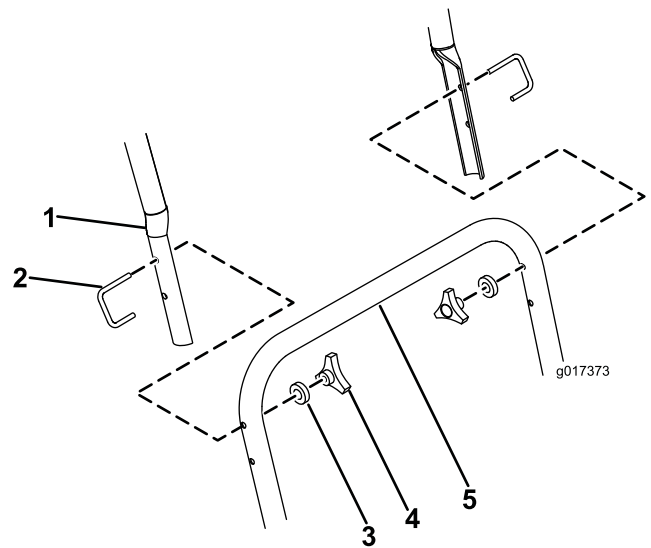

Figura 4
5. Ligue a pega superior à pega inferior fixando cada lado com um parafuso em U, uma anilha M6 e um volante (Figura 4).